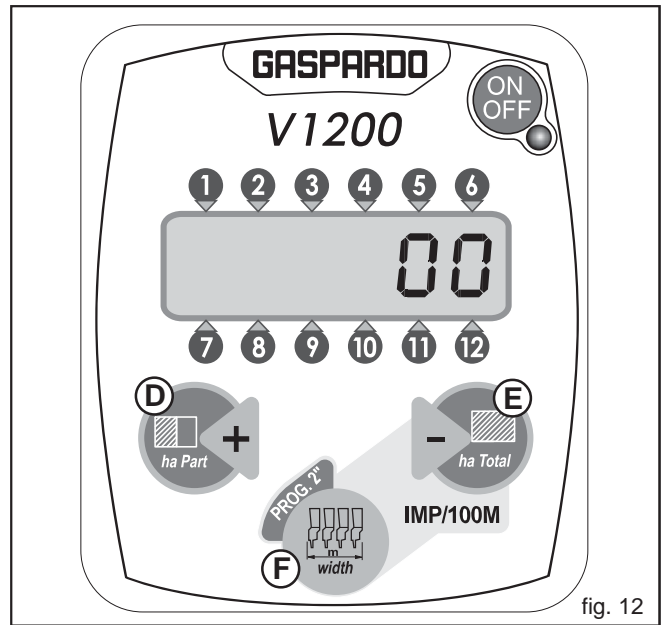

fig. 12
Beim Einschalten führt der Bildschirm während circa 2 Sekunden einen Test durch, während dem sich alle Segmente der Anzeige und die akustische Alarmanzeige (Buzzer) einschalten. Nach Beendigung dieses Tests werden ca. 3 Sekunden lang die Arbeitsstunden angezeigt; während dieser Zeit können die Stunden auf Null gesetzt werden, indem irgendeine der Tasten (D) (E) (F) gedrückt wird (Abb. 12).